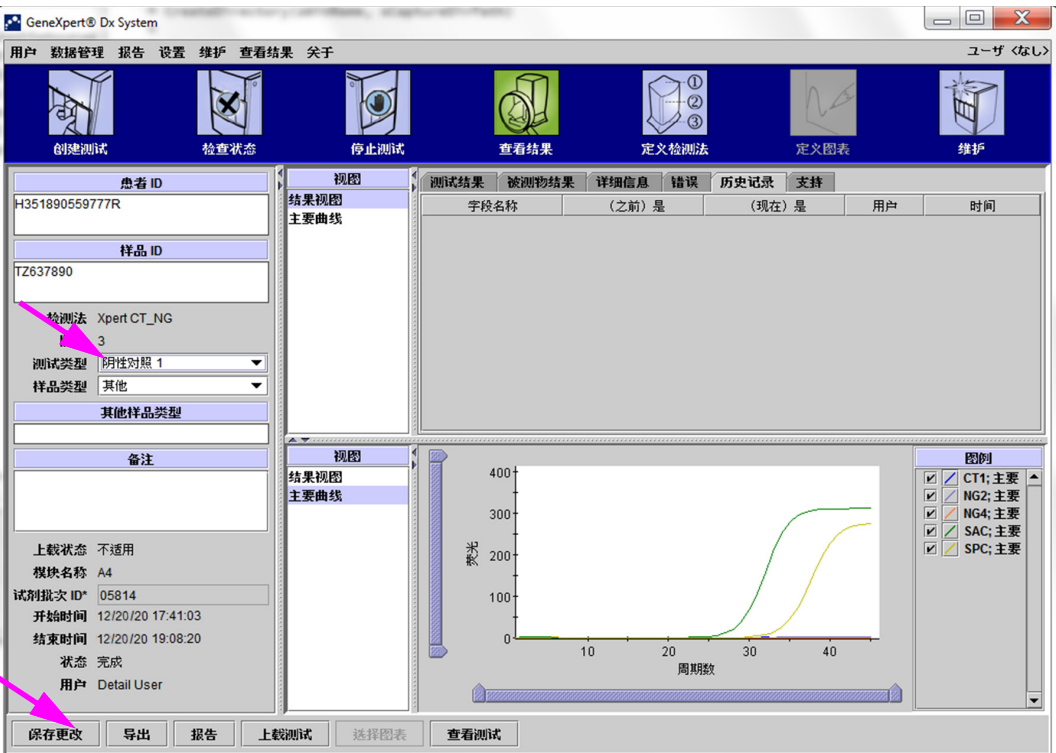
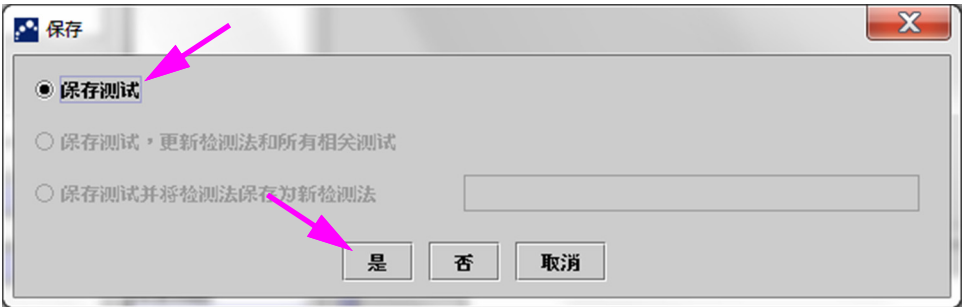

图 5-50. GeneXpert Dx “查看结果”窗口 — “测试类型”已更改
图 5-51. “保存”对话框
3. 将“测试类型”更改为“阴性质控液”，如图 5-50 所示。
4. 单击“查看结果”窗口底部的保存更改按钮（参见图 5-50）。出现“保存测试”对话框。参见图 5-51。